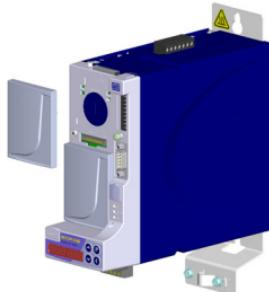

Figura 4.1: Retirar a tampa de proteção
2. Retirar a tampa de proteção do slot, conforme figura 4.1.